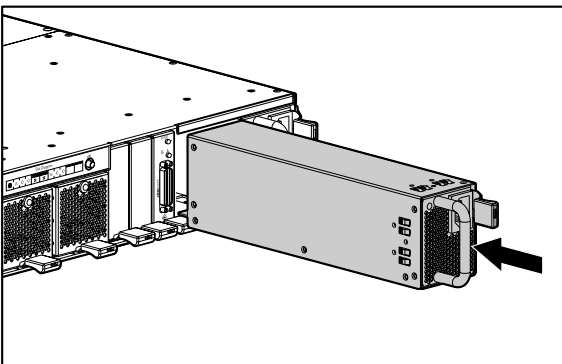

Abbildung 8: Einsetzen des Netzteils
2. Setzen Sie das Netzteil ein, indem Sie die Verriegelung am Netzteil nach links drücken und das Netzteil in das Gehäuse schieben, bis die Baugruppe fest im Systemgehäuse sitzt, wie in Abbildung 8 gezeigt.